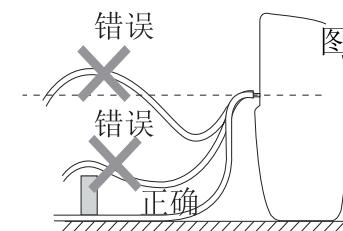

图4
- 3) 确保排水管不高于排水口，否则水将会停留在水箱里；并检查确保排水管不阻塞。（见图4）